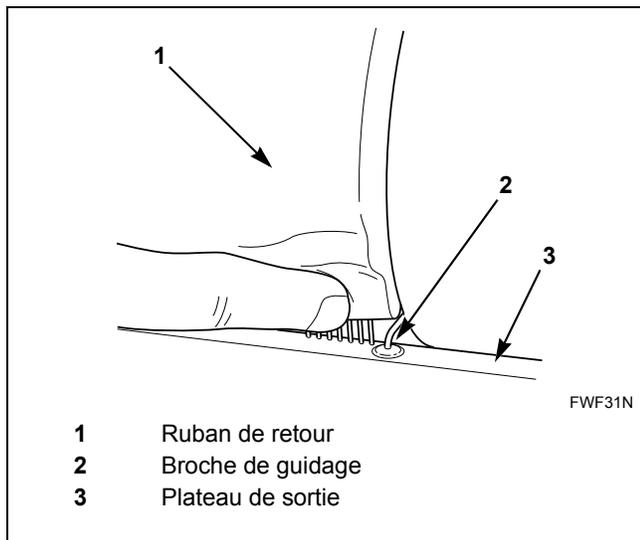

Figure 36
12. Vérifier que le ruban de retour neuf soit placé entre les broches de guidage du plateau de sortie à l'avant de la machine. Se reporter à la *Figure 36*.